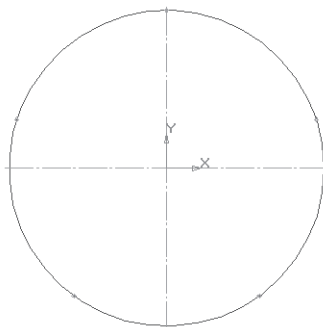

Рис. 68
- в данном случае кривая замкнута, и для того чтобы разделить ее на равное количество участков, требуется задать положение первой точки. Укажите верхнюю точку пересечения окружности и вертикальной оси симметрии. Система равномерно расставила точки, разделив кривую (окружность) на заданное количество равных участков (рис. 68).